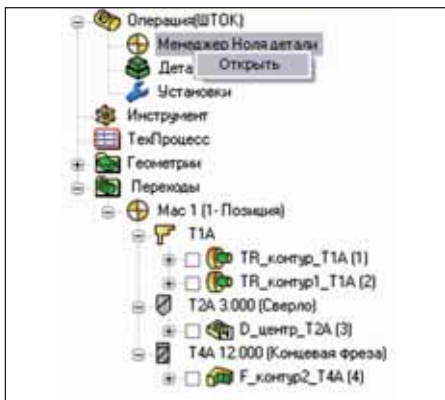
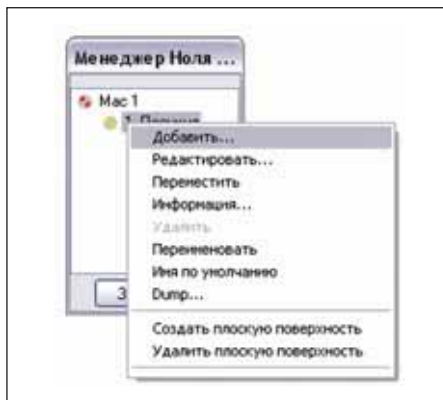
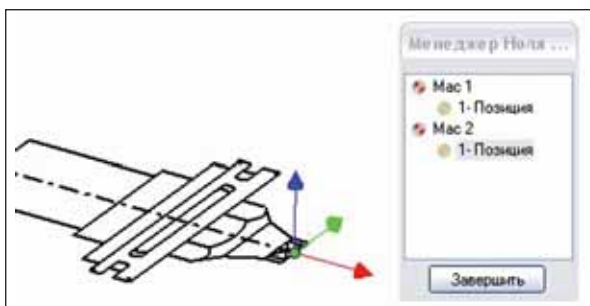

Рис. 15
Рис. 16
Рис. 17
**Шаг 15.** Для создания новой технологической системы координат в SCM выбираем ПрКМ поле *Менеджер Ноля детали* → *Открыть* (рис. 15), а затем в контекстном меню — команду *Добавить* (рис. 16) и указываем точку начала координат (рис. 17).